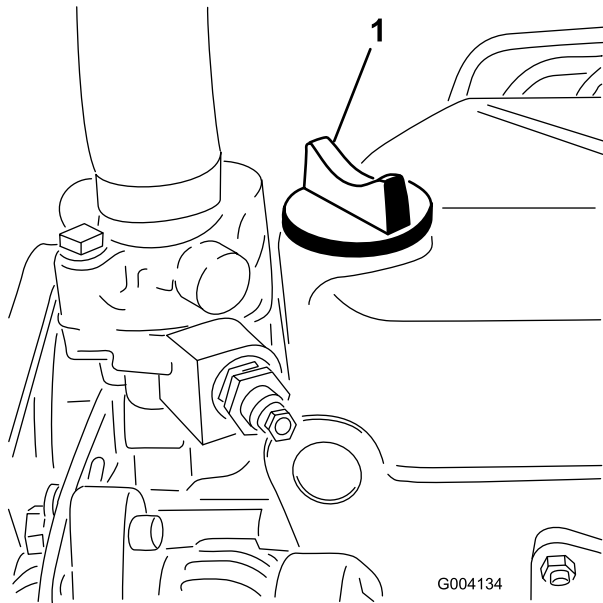

Figura 30
5. Si el nivel de aceite está por debajo de la marca LLENO, retire el tapón de llenado (Figura 30) y añada aceite hasta que el nivel llegue a la marca LLENO de la varilla.